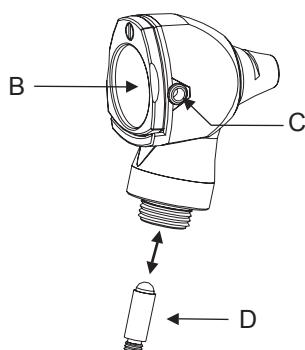

Fig.2
La lente (B) fig.2 d'ingrandimento 3X è orientabile lateralmente per un impiego ottimale dello strumento.